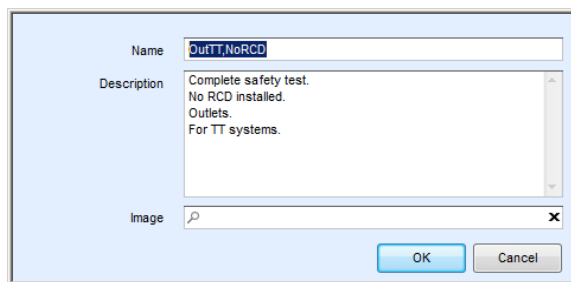

Fig.4: Ändring av Auto Sequence® Namn, Beskrivning och Bild
**Auto Sequence®:** Ändra Namn, Beskrivning och Bild (se **Fig.4.**)**Mapp:** Ändra mappens namn**Auto Sequence®:** Kopiera till clipboard**Mapp:** Kopiera till clipboard inkl. Undermappar och Auto Sequences®**Auto Sequence®:** Klistra in på vald plats**Mapp:** Klistra in på vald plats**Auto Sequence®:** Skapar en genväg till vald Auto Sequence®
När ÄNDRA-funktionen är vald i Auto Sequence®, visas menyn för ändring ( **Fig.4** ) på skärmen. Ändringsvalen är: